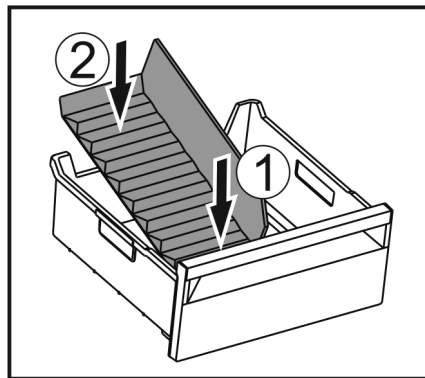

Fig. 75
- ▶ Вставити передню частину перегородки відділення для льоду. Fig. 75 (1)
- ▶ Опустити задню частину перегородки відділення до дна ящика для кубиків льоду. Fig. 75 (2)